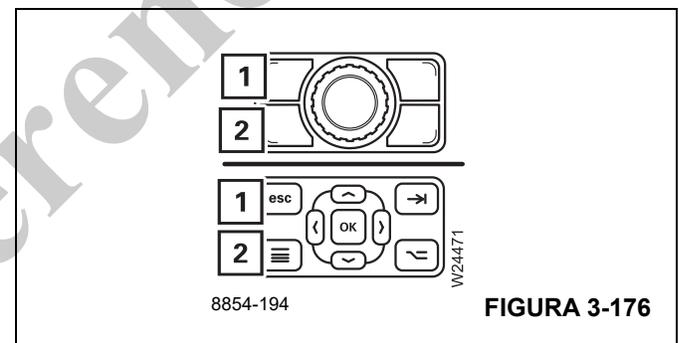

FIGURA 3-176
Presione el botón (1):	El menú abierto se cierra – se abre el siguiente menú principal (Figura 3-176) El modo de entrada se desactiva